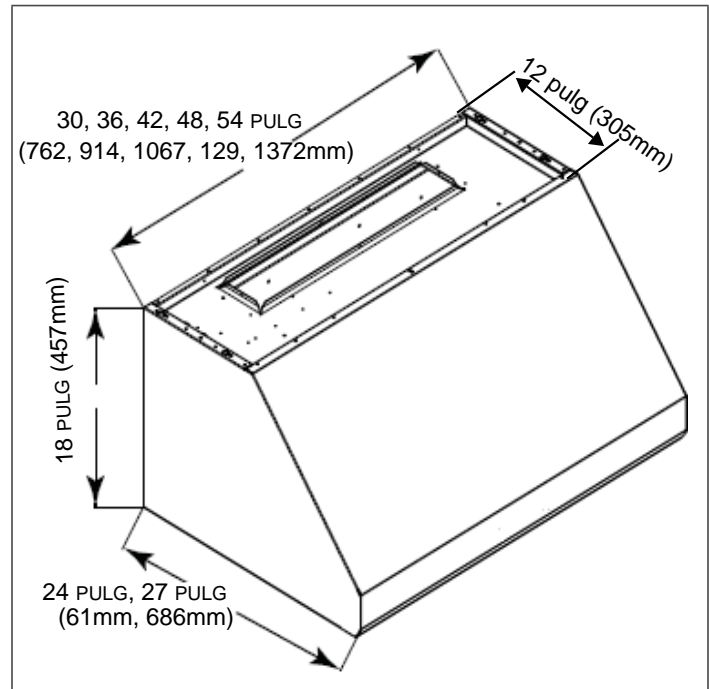

Figura 1: Campanas murales Pro de 24 pulg. y 27 pulg
- Modelos de campana de pared Pro de 27 pulg. (PHxxGS): profundidad de 27 pulg. (686 mm), anchuras de 36 pulg. (914 mm), 42 pulg. (1067 mm), 48 pulg. (1219 mm) y 54 pulg. (1372 mm). Los modelos de esta serie se caracterizan por su armazón de acero inoxidable cepillado, sus lámparas halógenas y sus lámparas infrarrojas (vea la figura 1).
- Modelos de campana de pared Pro de 24 pulg. (PHxxGS): profundidad de 24 pulg. (610 mm), anchuras de 30 pulg. (762 mm), 36 pulg. (914 mm) y 48 pulg. (1219 mm). Los modelos de esta serie se caracterizan por su armazón de acero inoxidable cepillado y sus lámparas halógenas (vea la figura 1).